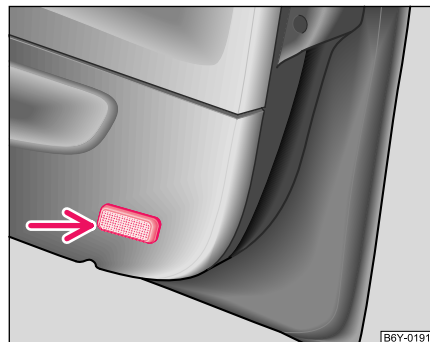

Fig. 164 Desmontar la luz de advertencia para puerta delantera
- Introducir un cuchillo o un destornillador por un lado entre la lámpara y el revestimiento de puerta ⇒ fig. 164. Sacar la lámpara, apalancándola con cuidado.